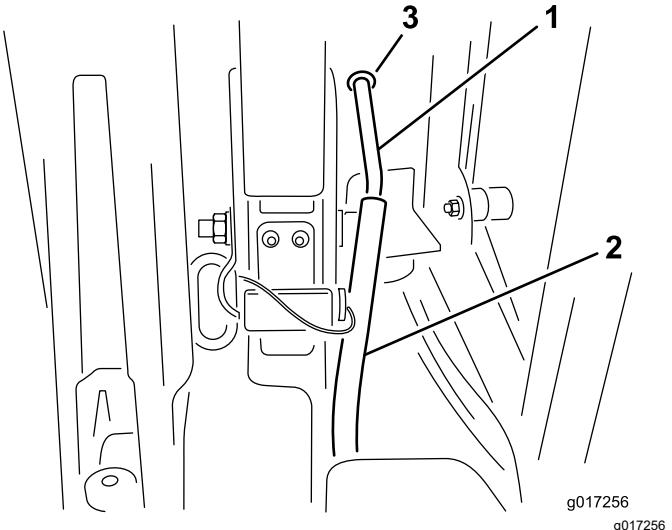

図 14
12. ゴム製のラインが、ゴム製のインソレーションマウントよりも上に出るようになり、ベントラインの開口端ブレーキがエンクロージャの外側で下向きになり、水や異物が浸入できないようにゴム製ラインを調整する図14。